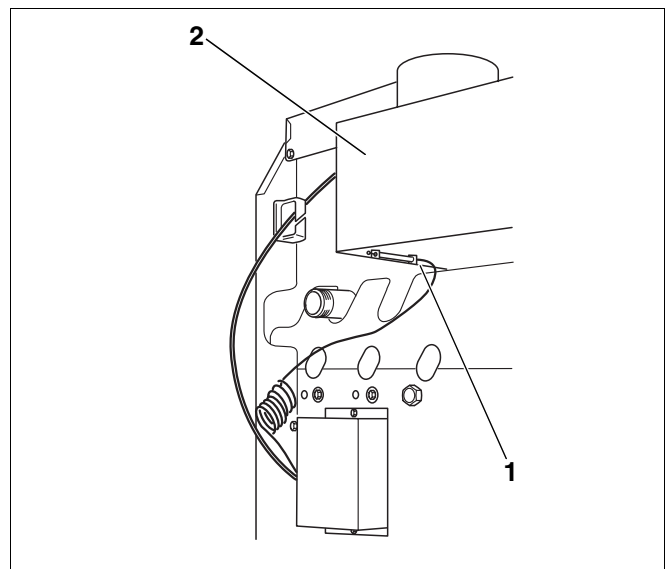

Abb. 34 Abgasüberwachung AW 50 überprüfen
- Abgastemperaturfühler (Abb. 34, **Pos. 1**) von der Strömungssicherung (Abb. 34, **Pos. 2**) abschrauben.
- Spitze des Abgastemperaturfühlers (Abb. 34, **Pos. 1**) bei laufendem Brenner in den Kern des Abgasstromes halten.
- Abgastemperaturfühler (Abb. 34, **Pos. 1**) wieder montieren.